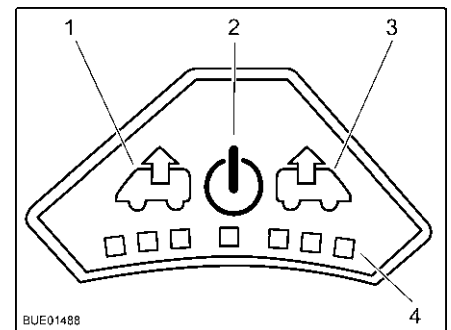

Fig. 86 Panneau de commande du ventilateur
- Appuyer sur la touche Marche/Arrêt (Fig. 86,2). Le ventilateur fonctionne en mode confort (aération à faible vitesse de rotation).
- Pour augmenter la vitesse de rotation du ventilateur, appuyer sur la touche Ventiler (Fig. 86,1). La vitesse de rotation du ventilateur augmente d'un niveau de puissance dans le sens de l'échappement. Les DEL (Fig. 86,4) montrent les niveaux de puissance.
- Pour réduire la vitesse de rotation du ventilateur, appuyer sur la touche Aérer (Fig. 86,3). La vitesse de rotation du ventilateur diminue d'un niveau de puissance.
- Pour augmenter la vitesse de rotation du ventilateur, appuyer sur la touche Aérer (Fig. 86,3). La vitesse de rotation du ventilateur augmente d'un niveau de puissance dans le sens de l'aération. Les DEL (Fig. 86,4) montrent les niveaux de puissance.
- Pour réduire la vitesse de rotation du ventilateur, appuyer sur la touche Ventiler (Fig. 86,1). La vitesse de rotation du ventilateur diminue d'un niveau de puissance.
- Appuyer sur la touche Marche/Arrêt (Fig. 86,2). Le ventilateur s'arrête, les DEL s'éteignent.